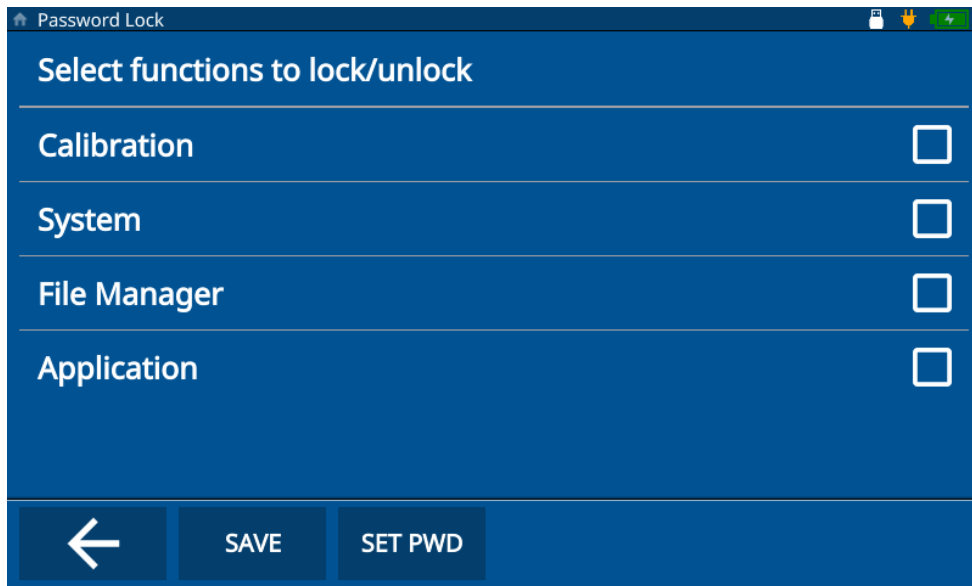

Figura 8-1 Tela de bloqueio do instrumento
A tela Password Lock (Bloqueio de senha) (consulte Figura 8-1 na página 72) permite que você bloqueie os seguintes recursos:
4. Selecione as funções a serem bloqueadas marcando as caixas de seleção apropriadas (consulte Figura 8-1 na página 72).